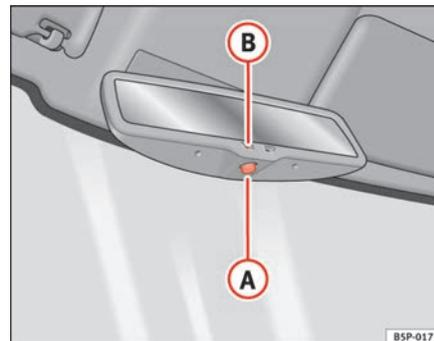

Fig. 86 Retrovisor interior con ajuste automático para posición antideslumbrante.
- Pulse la tecla **A** ⇒ fig. 86. El testigo de control **B** se apaga.
- Pulse la tecla **A** ⇒ fig. 86. El testigo de control se enciende.